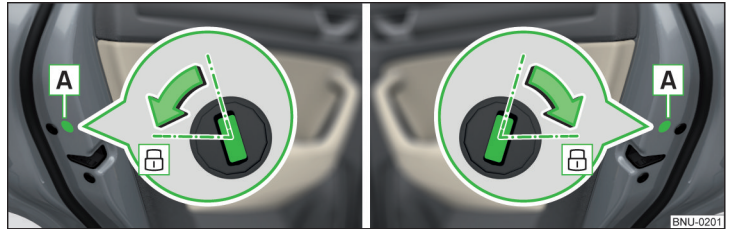

Abb. 355 Tür links/Tür rechts
- › Bei Fahrzeugen mit der Blende [A] diese Blende entfernen » Abb. 355.